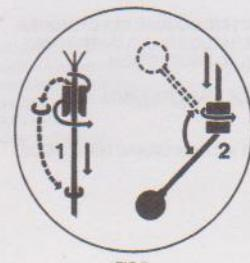

FIG.7
Eine korrekte Installation des Gegengewichtes gemäss den aus Bild 7 hervorgehenden Anweisungen vornehmen.
1. Pour que l'installation du contrepoids soit correcte, il faut suivre la procédure illustrée sur la figure 7. Introduire le câble dans le contrepoids, du côté conique, en le tournant. Ceci provoquera le détachement de l'anneau en plastique placé à l'embouchure (en cas de besoin, le détachement peut être facilité avec un tournevis).